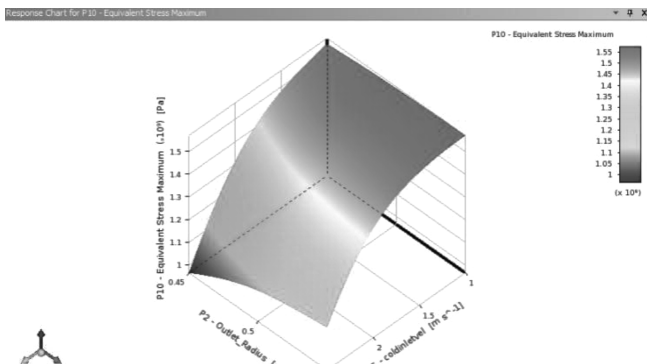
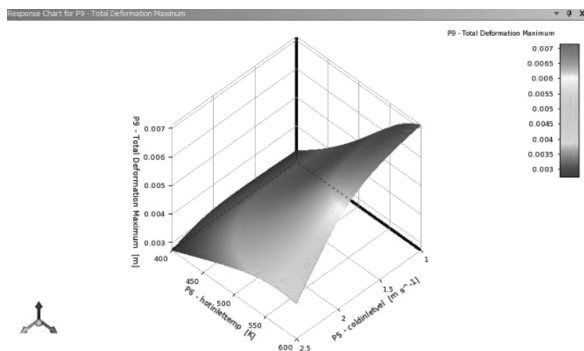
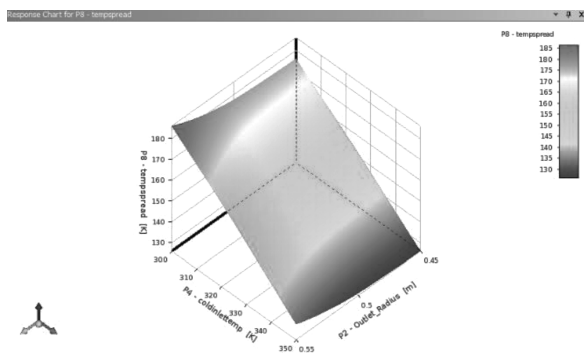

图 12-75 最大热应力随着冷流和输出半径的响应变化
图 12-76 最大热变形随着冷速度和热流温度的响应变化
图 12-77 耗散量随着冷流温度和出口半径的响应变化
(7) 查看三维响应曲面：设置【Mode】=3D, 【Axes】→【X Axis】=P2-Outlet_Radius, 【Y Axis】=P5-coldinletvel, 【Z Axis】=P10-Equivalent Stress Maximum, 可以查看 3D 响应面, 如图 12-75 所示。同理, 设置【Axes】→【X Axis】=P6-hotinlettemp, 【Y Axis】=P5-coldinletvel, 【Z Axis】=P9-Total Deformation Maximum, 可以查看 3D 响应面, 如图 12-76 所示; 设置【Axes】→【X Axis】=P1-coldinlettemp, 【Y Axis】=P2-Outlet_Radius, 【Z Axis】=P8-tempspread, 可以查看 3D 响应面, 如图 12-77 所示。当然, 也可任意更换 X 轴与 Y 轴的参数来对比显示。